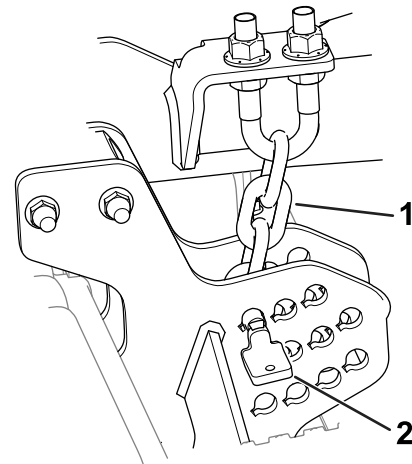

Figura 19
2. Retire los pasadores de altura de corte (Figura 19) de las placas laterales de la unidad de corte.